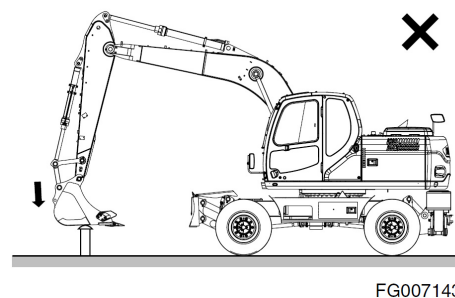

Рис. 71
14. Запрещается использовать ковш в качестве молота или трамбовочного приспособления. Это опасно и приводит к повреждению переднего навесного оборудования. См. рис. 71.